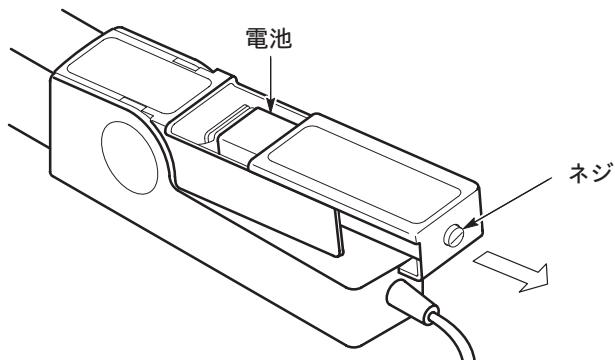

図5：電池の取付
2. 図5のようにネジを緩め、カバーをスライドさせて取り外し、電池ホルダを開きます。